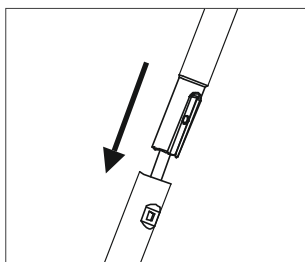

Рис. 2
1. Установите нижнюю часть штанги по направляющим таким образом, чтобы совпали оба отверстия по каждой стороне (рис. 2)